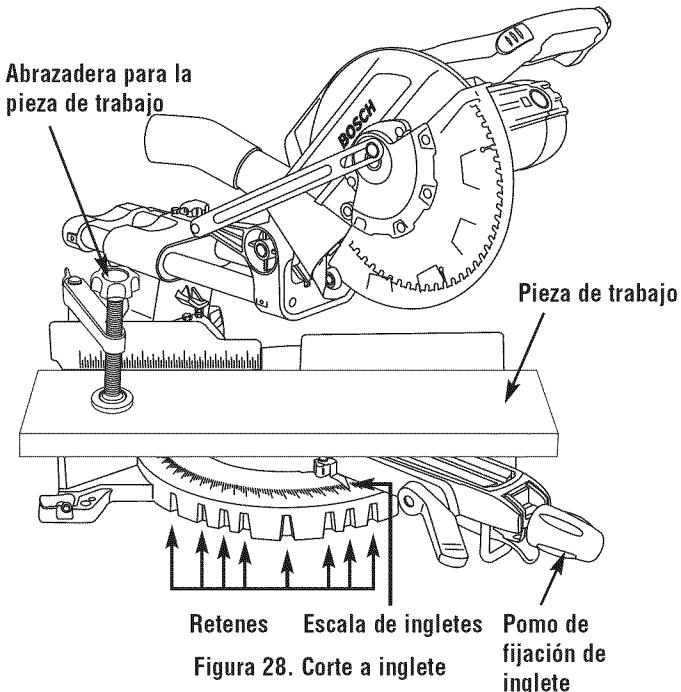

Figura 28. Corte a inglete
1. Afloje el pomo de fijación de inglete. Suba el gatillo del retén de inglete y mueva la sierra hasta el ángulo deseado usando los retenes o la escala de ingletes. Apriete el pomo de fijación de inglete (Figura 28).